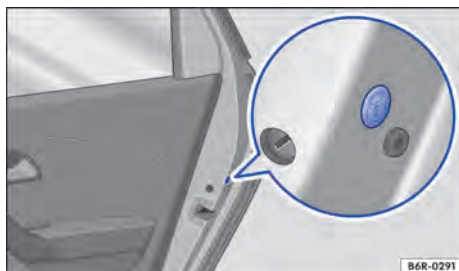

Fig. 63 Na parte dianteira da porta direita: travamento de emergência, coberto por uma vedação de borracha.
- Remover a vedação de borracha na lateral da porta. A vedação está identificada por um cadeado  → Fig. 63.